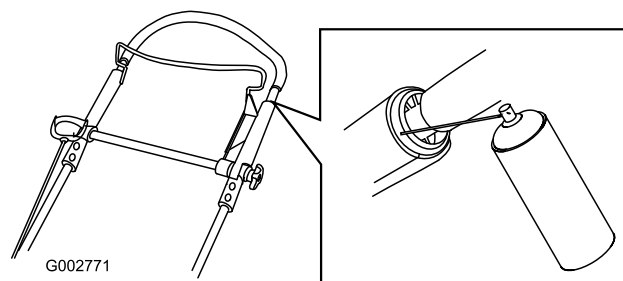

Figure 30
1. Pulvérisez l'extrémité en plastique extérieure de la poignée intérieure (Figure 30).